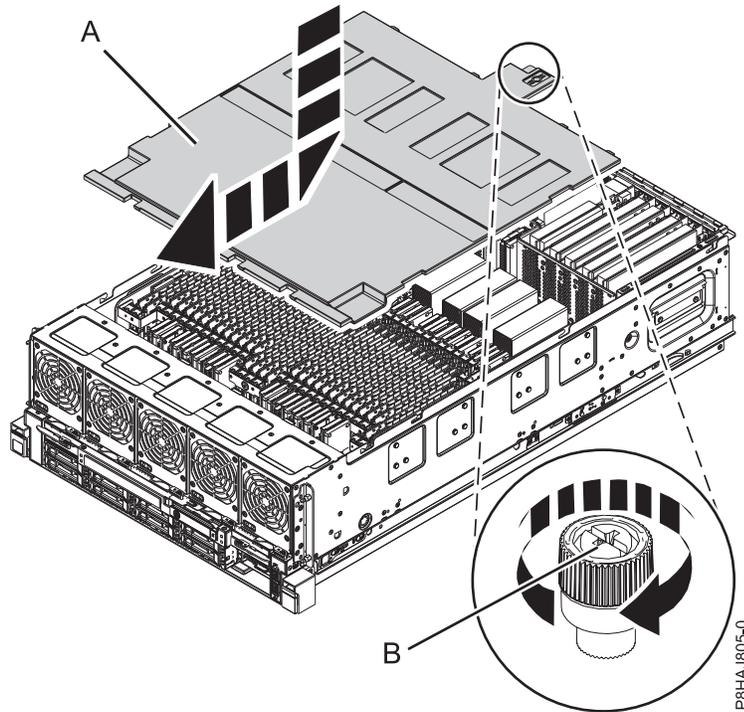

Figure 70. Remise en place du capot de sécurité
2. Poussez le capot de sécurité (A) en direction du châssis.
3. Serrez la vis moletée (B) en la tournant dans la direction illustrée dans figure 70, à la page 107 dans le but de fixer le capot de sécurité au châssis.